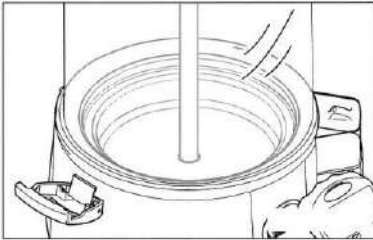

Abb. 34
5. In Abb. 34 ist ein korrekt angebrachter Behälter gezeigt; er liegt gleichmäßig am ganzen Rand des Sockels an.